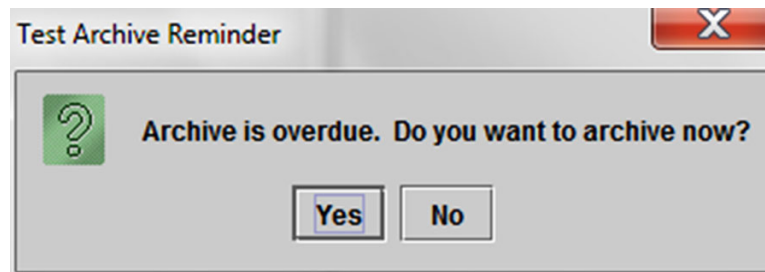
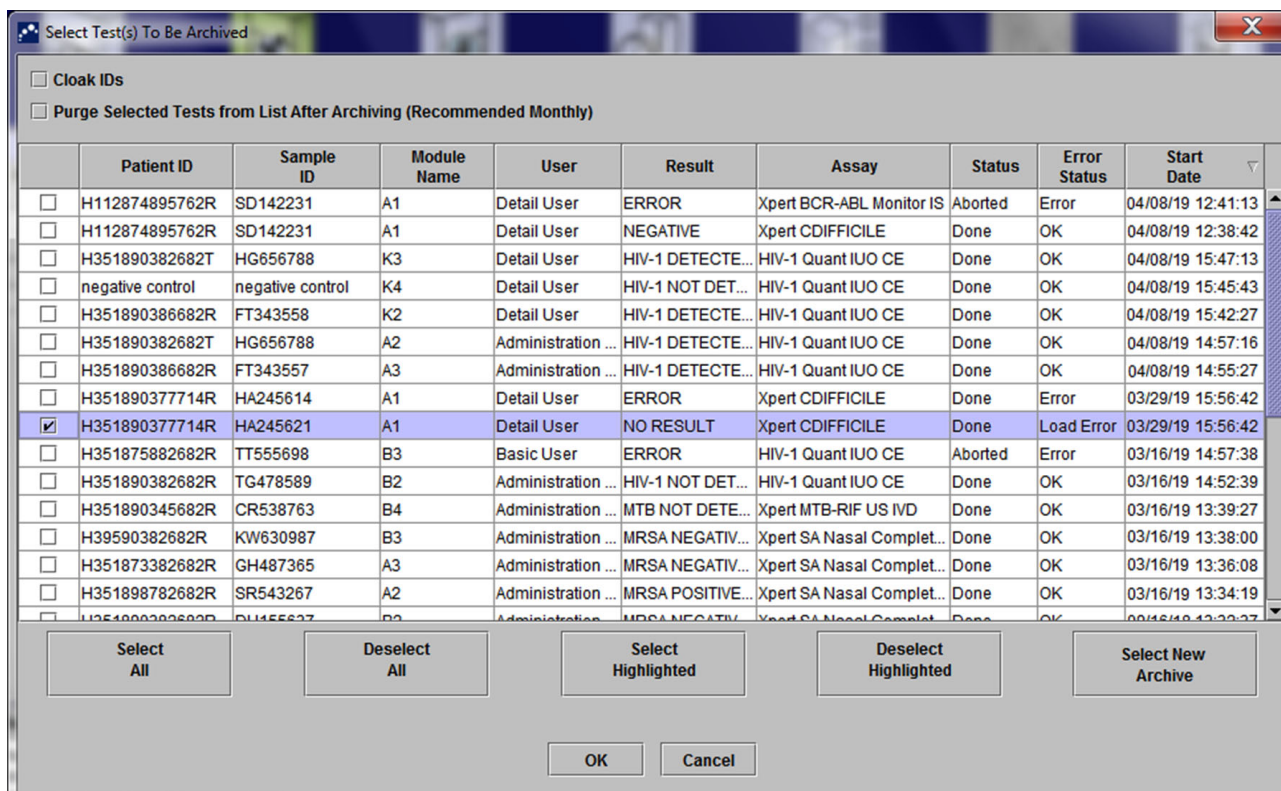

Figura 2-97. Caseta de dialog Memento arhivare testare
Figura 2-98. Ecranul Selectare test(e) de arhivat
Dacă o arhivă nu este depășită sau dacă o setare de arhivare din Figura 2-79 **nu** este selectată, nu apare Figura 2-97 și puteți trece direct la Secțiunea 2.17.1.2.
Dacă o arhivă este depășită apare caseta de dialog Memento arhivare testare (Test Archive Reminder) (consultați Figura 2-97).
- Dacă nu doriți să arhivați, faceți clic pe **Nu (No)** în caseta de dialog Memento arhivare testare (Test Archive Reminder) (consultați Figura 2-97). Continuați secvența de închidere fără arhivare, în Secțiunea 2.17.1.2.
- Dacă doriți să arhivați, faceți clic pe **Da (Yes)** în caseta de dialog Memento arhivare testare (Test Archive Reminder) (consultați Figura 2-97) pentru a continua secvența de închidere cu arhivare. Apare ecranul Selectare test(e) de arhivat (Select Test(s) To Be Archived). Consultați Figura 2-98.